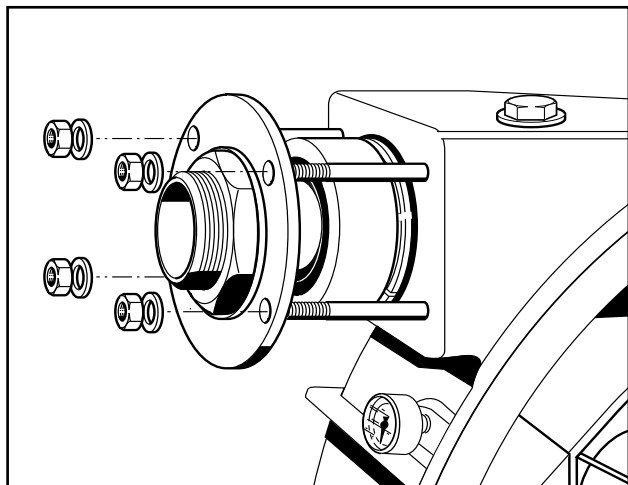

Fig. 28 Demontering tilslutningsstudser
5. Derefter fjernes underlagspladerne (fig. 28) ved at føde trykket forringes eller der lægges yderligere underlagsplader ind ved at forøge føde trykket. Når underlagsplader forandres, skal man være opmærksom på, at de forandres med samme mål under de to glidesko. Målene skal svare eksakt til tabellen (se nedenstående).